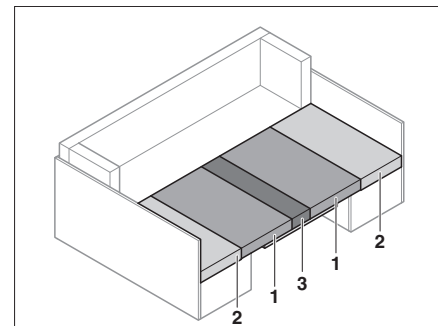

Fig. 71 Dopo la trasformazione
- Tirare i cuscini del divano (Fig. 71,1) verso il centro.
- Mettere i cuscini dello schienale (Fig. 71,2) tra i cuscini del divano (Fig. 71,1) e la parete esterna.
- Posizionare il cuscino aggiuntivo (Fig. 71,3) tra i cuscini del divano (Fig. 71,1) sul tavolo.